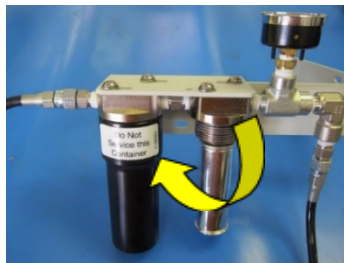

Figure 24 : retrait de la cartouche de filtre de dessiccation
3. Retirez la cartouche du filtre de dessiccation en la tournant à la main uniquement, dans le sens anti-horaire. Reportez-vous à la figure 24 ci-dessous.